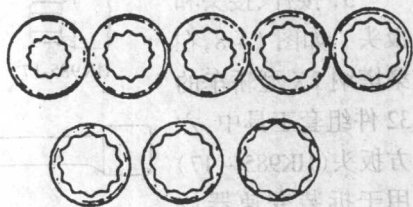

图 1-6 桑塔纳 LX 型轿车组套工具之一
1. 梅花套筒 如图 1-6,在该组套工具中有 8 个梅花筒(11~18 mm)属于常用工具。